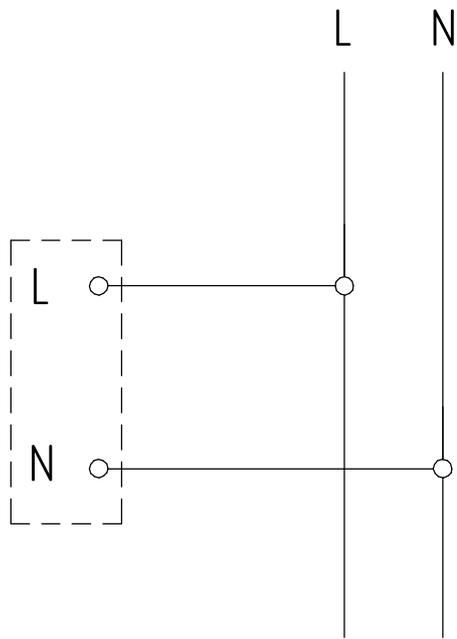

Рисунок 7 - Схема подключения светильника ДВО59 к сети
5.3.2 Протянуть через отверстие в потолке сетевые провода и подключить к контактными клеммам источника питания светильника в соответствии с указанной полярностью L (коммутируемая фаза), N (нейтраль) (см. рис. 7).
5.4.3 Протяните через отверстие в крепление Грильято сетевые провода и подключите к контактным клеммам источника питания светильника в соответствии с указанной полярностью L (коммутируемая фаза), N (нейтраль) (см. рисунок 7).